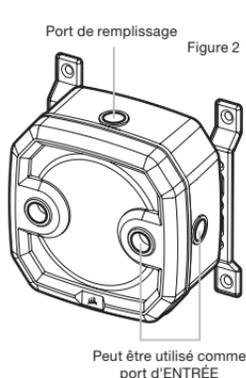

Figure 2
2. Il est obligatoire d'utiliser le port avant-gauche comme port de sortie et tout autre port du bas comme entrée. Le port d'entrée (INLET) recommandé est marqué sur l'image ci-dessous. En option, vous pouvez également utiliser le port G1/4 du haut avec tube intégré comme ligne d'entrée (retour) (Figure 2 et 3).
3. Installez le connecteur de sonde de température CORSAIR G1/4 (F) dans le port G1/4 situé au bas du produit. N'installez pas la sonde de température sur un des ports du haut.
4. Fermez les trois (3) ports ouverts restants (non utilisés) avec les bouchons CORSAIR G1/4 inclus et serrez-les en utilisant une pièce de monnaie (Plug Tool) (L). Retenez-vous d'utiliser un tournevis car cela pourrait entraîner l'endommagement de la surface des bouchons.